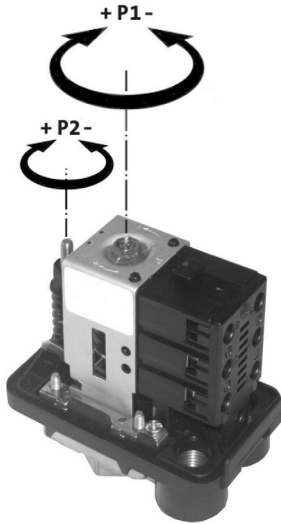

Рис. 6 Реле давления
В ходе пуско-наладочных работ могут понадобиться дополнительные настройки, чтобы оптимизировать работу установки на месте эксплуатации. Смотрите рис. 6.
1. Поворачивайте винт P1 по часовой стрелке, чтобы увеличить значение давления отключения и против часовой стрелки, чтобы его уменьшить. Смотрите рис. 6.
Чтобы задать разность давлений ($p_{разн.}$), поворачивайте винт P2 по часовой стрелке, чтобы увеличить значение разности давлений и против часовой стрелки, чтобы его уменьшить. Давление отключения остаётся без изменений. Смотрите рис. 6.